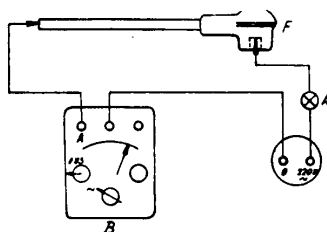

Bild 34-3.
- c) Störning i kabelsko kontrolleras enligt bild 34-3.